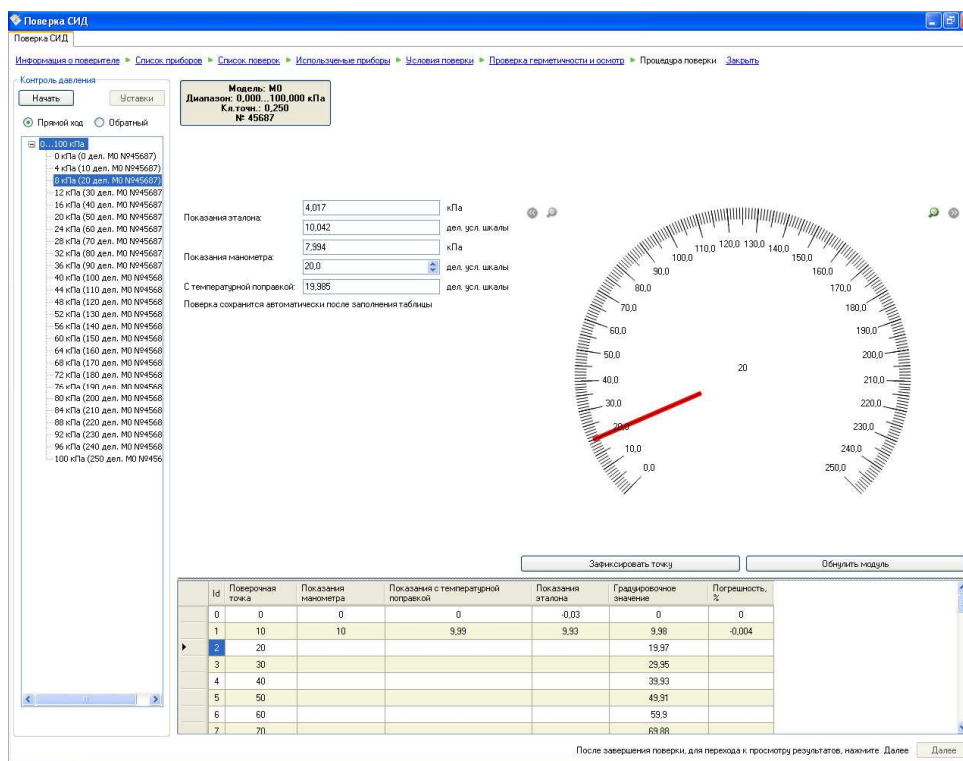

Рисунок 4.37 – Определение метрологических характеристик образцового манометра
- Фиксацию значений производить нажатием кнопки «Зафиксировать точку». При этом программа производит автоматическое заполнение таблицы результатов: показания манометра в единицах давления, показания манометра в единицах условной шкалы, показания манометра в единицах условной шкалы с учетом температурной поправки, погрешность и вариация (см. Рисунок 4.37).